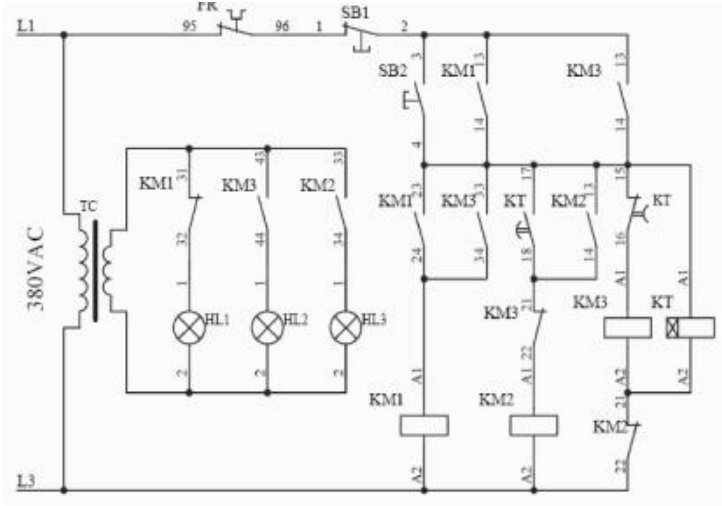

图 3 星三角降压单向绕组接线先动作起动控制电路
2. 根据本次实验中四路抢答器的逻辑原理图(图 3),假设 14 号同学(即 IN4)第一个按下抢答开关,此时 CD4012 集成块的 F4 输出低电平(即 Q4 为低电平 0),试分析出为什么后按下抢答开关的 4 号(即 IN1)、6 号(即 IN2)和 12 号(即 IN3)同学无法抢答成功?
按照两组接触器在电动机起动过程中动作的先后次序,继电器-接触器控制电路的形式就有三种。其一是供电接触器和绕组接线形式接触器同时动作,如图 2 所示。其二是绕组接线形式接触器先动作、供电接触器后动作,如图 3 所示。其三是供电接触器先动作、绕组接线形式接触器后动作。
图 2 或图 3 控制电路中,指示灯 HL1、HL2 和 HL3 用于指示电动机的所处状态。变压器 TC 为指示灯提供隔离电源。FR 为热继电器常闭触头,当电动机出现过载时,该触头断开。SB1 为停止电动机运转操作按钮。SB2 为起动电动机运转操作按钮。时间继电器 KT 的设定值是电动机开始星形起动到进入三角形运转切换所需时间,KT 为通电延时型时间继电器。需要注意的是星形、三角形连接的接触器不能同时吸合,通常采用带机械联锁的接触器对,也可以采用接触器的辅助常闭触头进行联锁,避免两接触器同时吸合。如图 2 或图 3 中的 KM2:[21]和 KM2:[22]与 KM3:[21]和 KM3:[22]。
使用 Firebeetle M0 主板之前,首先需要下载并安装 Arduino IDE 开发环境,测试 Firebeetle M0 主板。在 Arduino 官方下载最新版本的 IDE 开发环境。IDE 安装好以后,打开 IDE,然后下载安装 Firebeetle M0 主板的 SDK。具体步骤如下图 3。